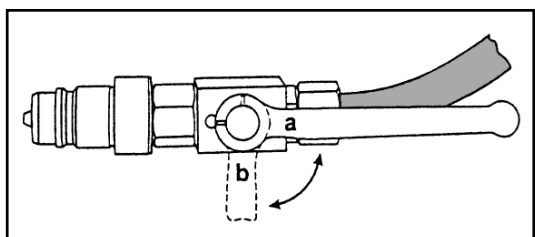

Fig. 4-2
- Fermer le robinet à tournant sphérique (fig. 4-2).